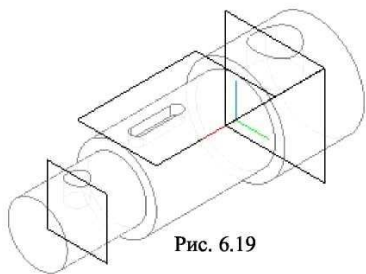

Рис. 6.19
6) Формируем отверстия, используя команду  **Вырезать вращением** с параметрами: **Способ построения - Сфероид, Тонкая стенка - Нет** (рис. 6.19).